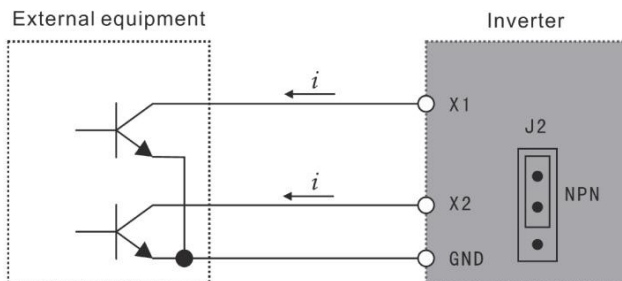

Figura 3-1: Modo de cableado de tipo NPN
- (1) Cuando se adopta el modo de cableado de tipo NPN para equipos externos, se induce una lógica de fuga y la corriente fluye hacia fuera desde el terminal de entrada (corriente de fuente), tal y como se muestra en la Figura 3-1; al mismo tiempo, se requiere que el parámetro F067 sea 0.